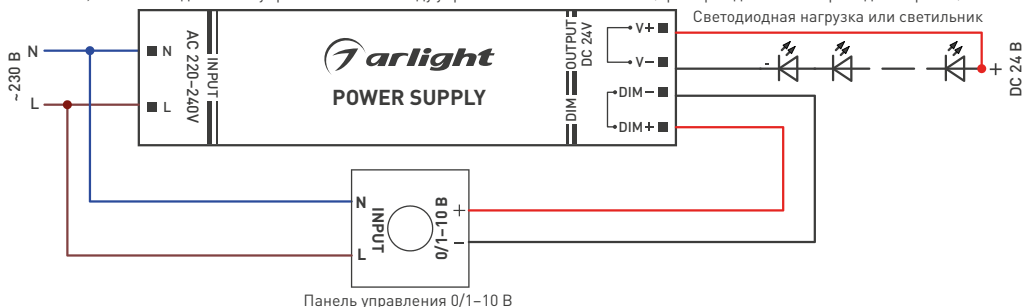

Рис. 2. Пример подключения панели управления 0/1–10 В к источнику питания
- 3.8. Подключите внешнюю панель с управлением 0/1–10 В к клеммам управления источника питания со стороны **DIM** согласно схеме, поставляемой с панелью, строго соблюдая полярность: «+» на выходе панели управления — к выходу управления источника DIM+, «-» на выходе панели управления — к выходу управления источника DIM- (пример подключения приведен на рис. 2).